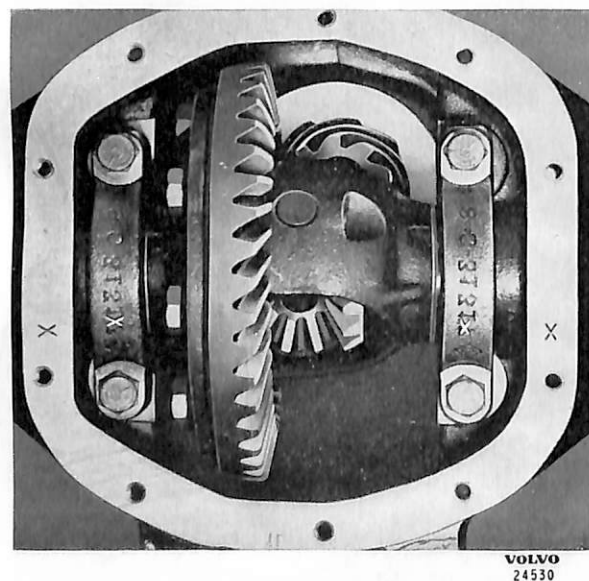

Bild 10. Sammärkning av överfall och hus.
6. Kontrollera sammärkningen av överfall (2) och hus (21), se bild 10. Saknas märkning eller är den otydlig märkes ena sidan med körslag. Tag bort överfallen.